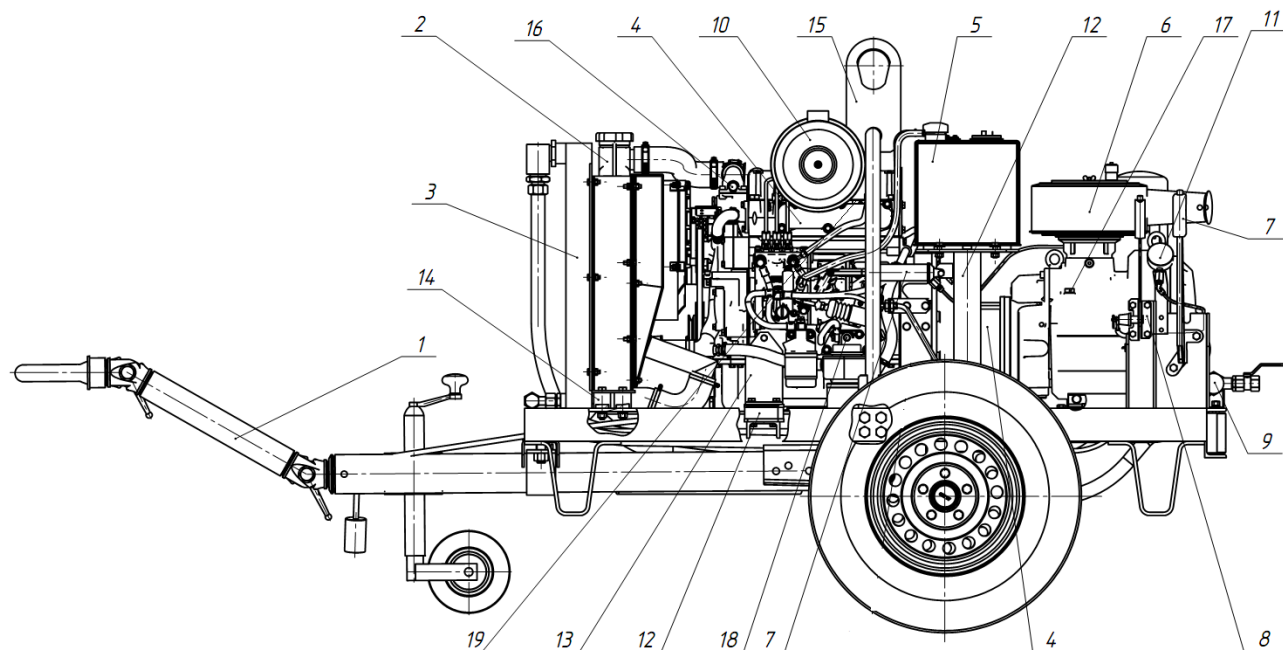
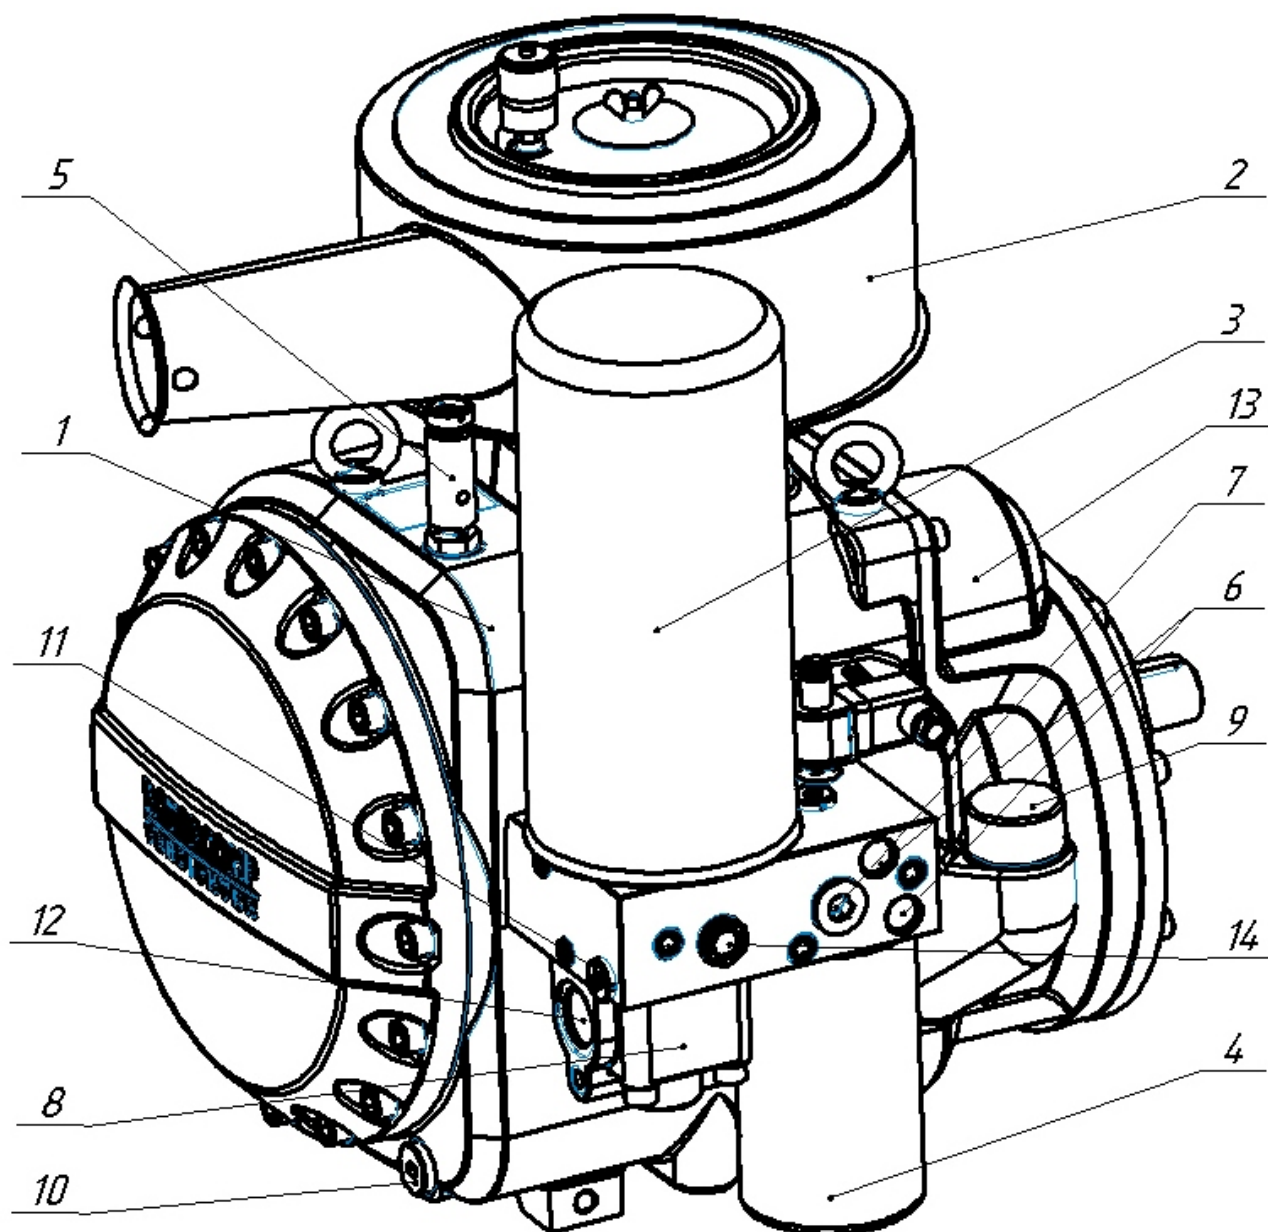

Рисунок 2 (кожух не показан)
Рисунок 4 – винтовой модуль
Станция (рис. 2) состоит из винтового модуля EVO-6NKG (6), дизеля 3LD-16 (4), системы регулирования производительности, блока охлаждения (2,3), ходовой части (1), кожуха (рис.4), электрооборудования с системой аварийной защиты (16,17,18,19), щита приборного, топливной системы.
Винтовой модуль EVO-6NKG(рис.4)служит для выработки сжатого воздуха, в нем происходит всасывание воздуха, его сжатие до рабочего давления, очистка масловоздушной смеси и подача сжатого воздуха на раздаточные краны.
Топливная система состоит из бака топливного 5 (см. рис.2) с датчиком уровня топлива и трубопроводов. Горловина бака закрыта пробкой. Давление внутри бака, близкое к атмосферному, поддерживает клапан .
Топливо из бака топливного 5(см.рис.2) поступает в топливные фильтры дизеля, а затем, в насос топливный, перекачивающий топливо к форсункам, через которые оно впрыскивается в цилиндры дизеля.